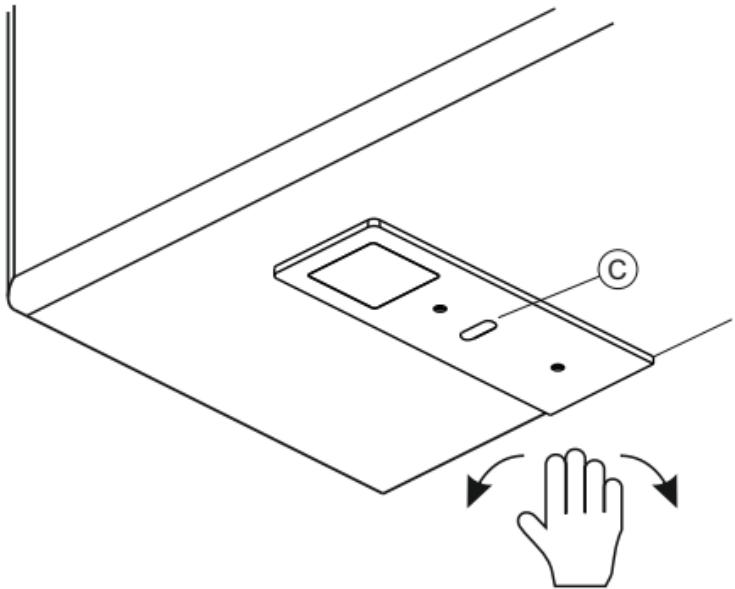

Fig 3
POLAR D-MOTION SMDL VERSION OPERATION (fig.3):
Move the hand quickly across the sensor (C) 3 times (fig.3), with the lamp on, to select the required colour temperature.
FUNKTIONSWEISE POLAR D-MOTION SMDL (Abb.3):
Bei eingeschalteter Lampe 3 schnelle Handbewegungen vor dem Sensor (C) (abb.3) ausführen . Auf diese Weise kann die gewünschte Farbtemperatur ausgewählt werden.
FONCTIONNEMENT POLAR D-MOTION SMDL (fig.3)
Effectuer 3 mouvements rapides de la main devant le capteur (C) avec lampe allumée (fig.3), ce qui permettra de sélectionner la température de couleur souhaitée.
FUNCIONAMIENTO POLAR D-MOTION SMDL (fig.3)